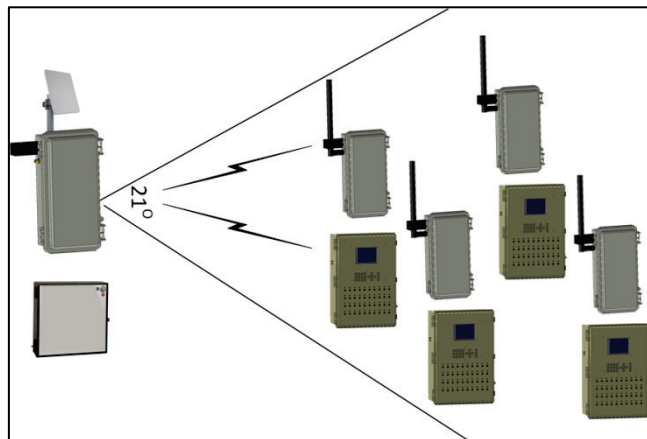

Figura 19: Colocación de los RLINK Ones Utilizando una Antena Unidireccional
- La antena unidireccional de Munters tiene 21 ángulos de haz. Cuando use otra antena unidireccional, consulte la amplitud del ángulo de haz en las especificaciones del fabricante (Figura 19).